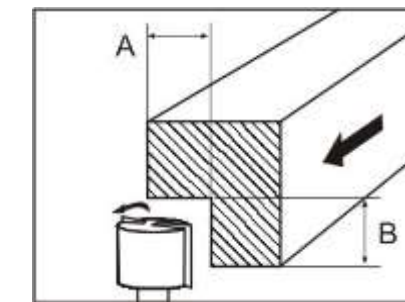

Рис.4
### 13. ГЛУБИНА / ВЫСОТА ФРЕЗЕРОВАНИЯ (Рис.4)
14.1.1. Установите глубину фрезерования, после чего крепежными гайками (11) надежно закрепите положение, Рис.7. Опустите кожух (4), Рис.4, включите фрезер и подавайте заготовку. Подавайте заготовку плавно и равномерно.